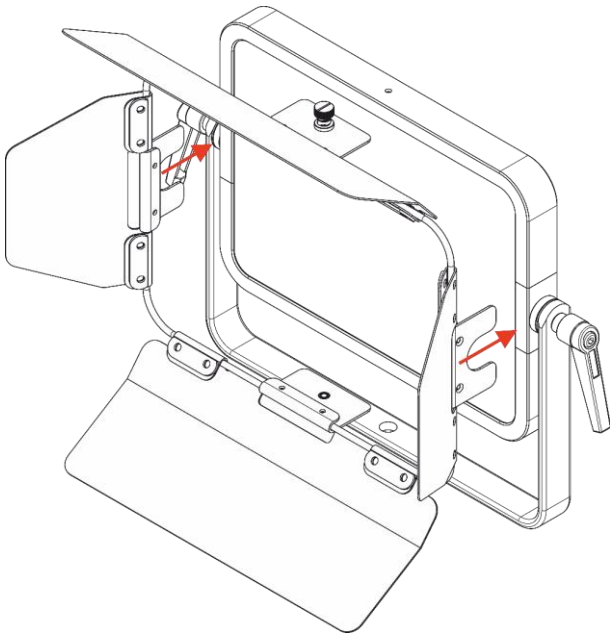

Abb. 08
- 01) Bringen Sie den Flügeltorrahmen an (Abb. 08).